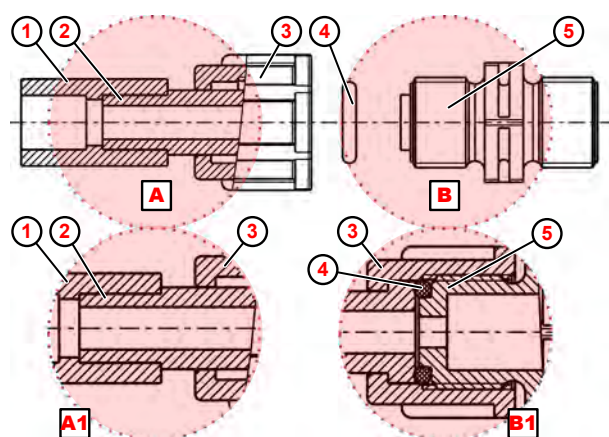

Fig. 10: Rørtilslutning med svejseforbindelse
1. ➤ Sammensvejsning af svejseforbindelse (Fig. 10 , ①) med slangetilslutning.
2. ➤ Læg O-ring ④ i suge- eller trykventilens not ⑤ .
3. ➤ Spænd omløbermøtrikken ③ (fig. **B1**).